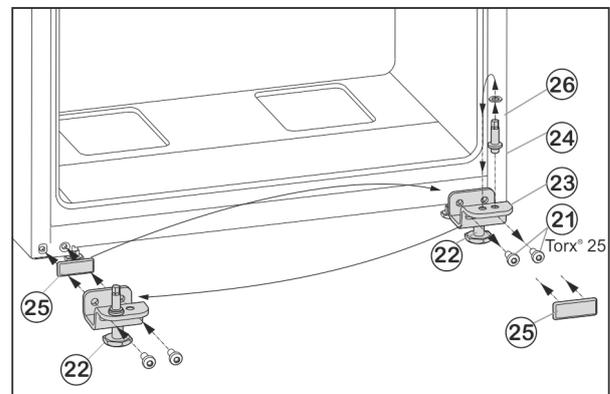

Fig. 7
- ▶ Befestigungsschrauben Fig. 7 (21) abschrauben.
- ▶ Lagerbock unten Fig. 7 (23) komplett mit Lagerbolzen Fig. 7 (24), Scheibe Fig. 7 (26) und Stellfuß Fig. 7 (22), abnehmen.
- ▶ Lagerbock Fig. 7 (24) komplett mit Scheibe Fig. 7 (26) abschrauben, in das gegenüberliegende Aufnahmeloch des Lagerbocks umsetzen und wieder festschrauben.
- ▶ Abdeckplatte Fig. 7 (25) vorsichtig abnehmen und auf die Gegenseite umsetzen.
- ▶ Lagerbock unten Fig. 7 (23) komplett mit Lagerbolzen Fig. 7 (24), Scheibe Fig. 7 (26) und Stellfuß Fig. 7 (22) auf der neuen Scharnierseite ggf. mit Hilfe eines Akkuschaubers **fest (mit 4 Nm)** wieder anschrauben.
- ▶ Untere Tür von oben auf Lagerbolzen Fig. 7 (24) aufsetzen.
- ▶ Stellfuß Fig. 7 (22) am Lagerbock unten Fig. 7 (23) herausdrehen, bis er auf dem Boden aufliegt.